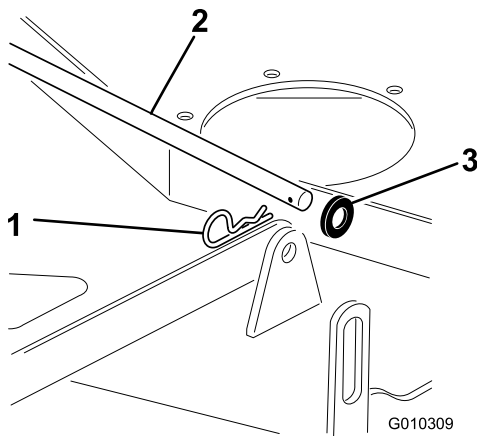

Figura 69
1. Retire el pasador de horquilla y la arandela que sujetan la varilla de acoplamiento al bastidor y a la carcasa; retire la varilla de acoplamiento (Figura 69).
7. Instale la varilla de acoplamiento larga por la pletina de suspensión y la carcasa. Sujeta la varilla de acoplamiento con los pasadores de horquilla y las arandelas que retiró anteriormente (Figura 69).